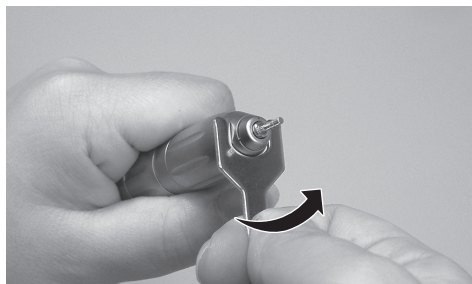

図10
- (1) カートリッジ⑳のスパナ掛け部㉑にカートリッジ用スパナ⑰を掛け、図10の矢印の方向に回して取り外します。
- (2) 新しいカートリッジを装着する際は内部をきれいにしてから装着してください。
- (3) 最後に取り外しの時とは逆方向にカートリッジを回してしっかりと締めてください。